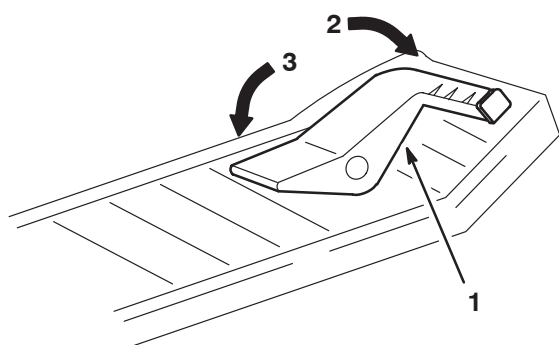

Bild 13
2. Stellen Sie Ihren Fuß auf das Fahrpedal (Bild 13) und treten Sie langsam oben auf das Pedal, um vorwärts zu fahren oder ziehen Sie an der Unterseite, um rückwärts zu fahren.